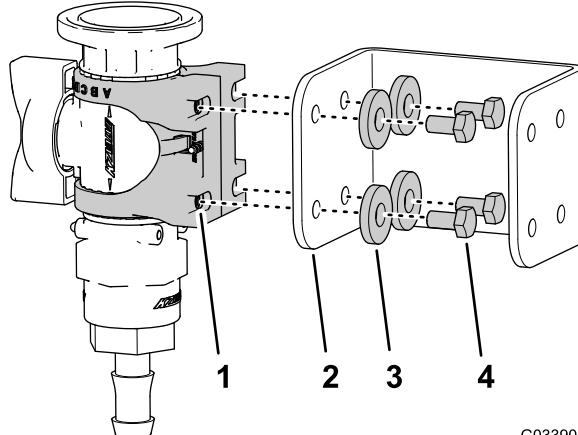

Bild 28
3. Befestigen Sie die Ventilbefestigung mit den vier Schrauben (6 mm x 12 mm) und vier Flachscheiben an der Regelventilhalterung (Bild 28); ziehen Sie die Schrauben mit 10–12 N·m an.